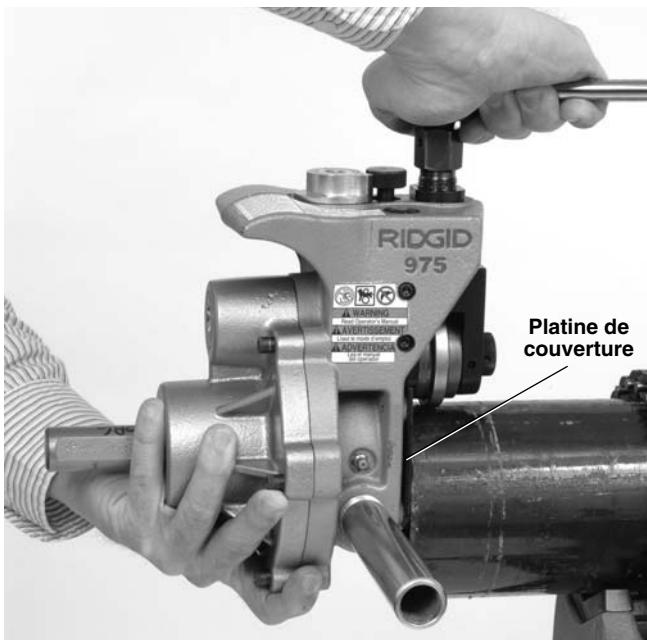

Figure 14 – Tenez la rainureuse fermement en position lors du serrage de la vis d'avancement.
3. Tenez la rainureuse fermement entre vos mains. Ne tentez pas de la soulever par la clé à cliquet. Positionnez l'arbre d'entraînement dans le tuyau en vous assurant que la platine de couverture vient bien à buter contre l'extrémité du tuyau (*Figure 14*). Serrez la vis d'avancement manuellement jusqu'à ce que le galet de rainurage vienne s'appuyer contre le tuyau, puis ajoutez-y un quart de tour à l'aide de la clé à cliquet. Assurez-vous que la rainureuse est fermement accrochée et que sa platine de couverture est plaquée contre l'extrémité du tuyau. Sinon, répétez le processus. Lors des travaux in situ, vérifiez systéma-